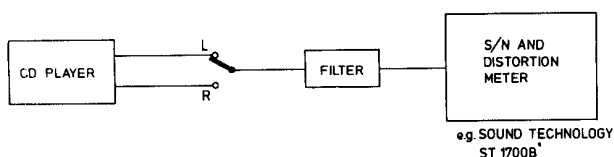

Fig. 6
- een 13e orde filter b.v. 4822 395 30204 (zie Fig. 6).